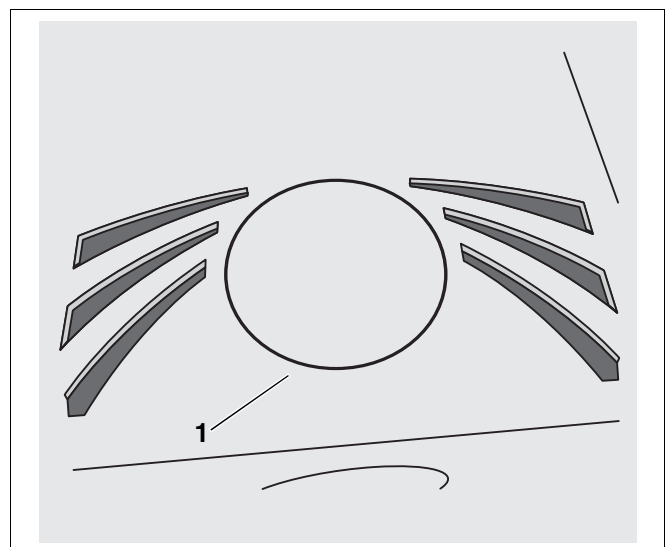

Abb. 10 Abgasanschluss Oberseite – äußere Abdeckplatte (Darstellung blueline 5)
- Äußere Abdeckplatte (Abb. 10, **Pos. 1**) auf den Abgasanschluss Oberseite legen.